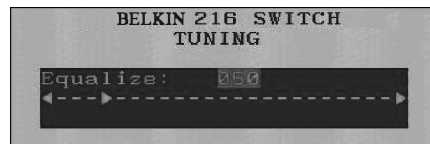

Figure 29 Étiquette d'ajustement de l'image
2. Appuyez sur « F5 ». L'image de l'écran de l'ordinateur sélectionné apparaît, ainsi que l'étiquette d'ajustement de l'image (voir la Figure 29).